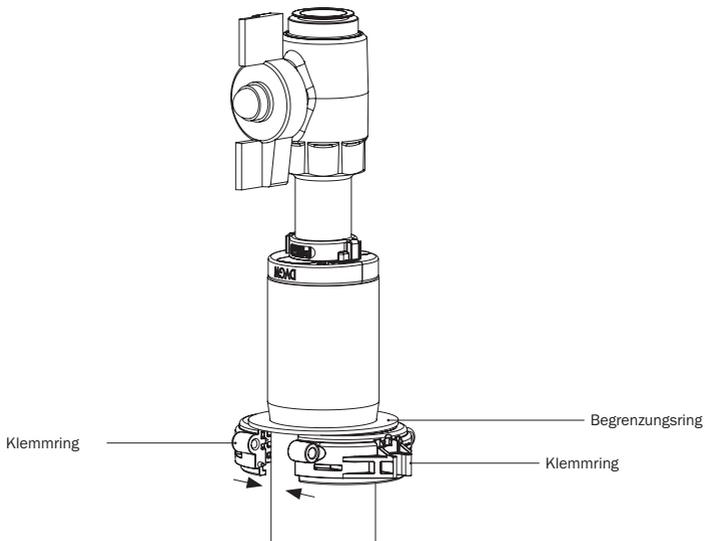

Abbildung 25.11: Positionierung 2-teiliger Klemmring
- Anschließend beide Teile des Klemmrings mit den eingelegten Verkrallringen unterhalb des Begrenzungsringes um die Gashauseinführung legen (s. Abbildung 25.11).